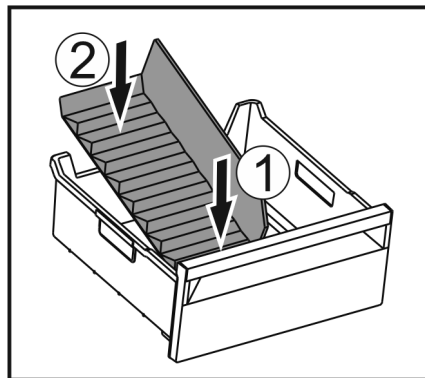

Fig. 51
- Вставити відділювач спочатку спереду Fig. 51 (1).
- Опустити задню частину Fig. 51 (2).